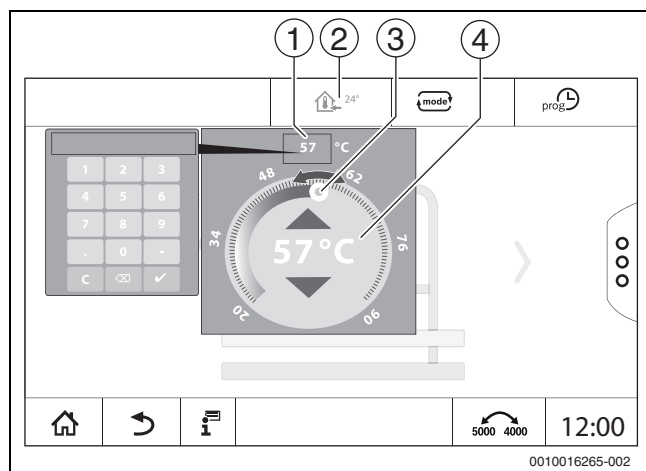

Рис. 21 Установка температуры
- Коснитесь символа температуры (→ рис. 21, [2]).
- Коснитесь круглого ползунка (→ рис. 21, [3]), удерживайте его и потяните до нужной температуры. Температура будет отображена в круге.
- Коснитесь индикации температуры (→ рис. 21, [1]) и в открывшемся числовом поле введите температуру.